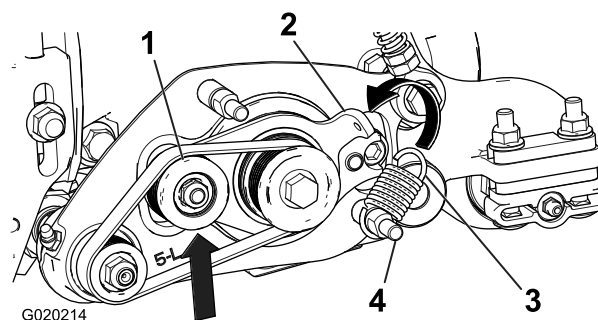

Figure 13
29. Accrochez le ressort de tension dans la rainure du goujon inférieur de la plaque du groomer, poussez la poulie de tension vers le haut et accrochez l'extrémité libre du ressort dans le trou de la languette de la plaque de la poulie de tension (Figure 13). Veillez à positionner le côté ouvert du crochet du ressort vers la poulie d'entraînement.